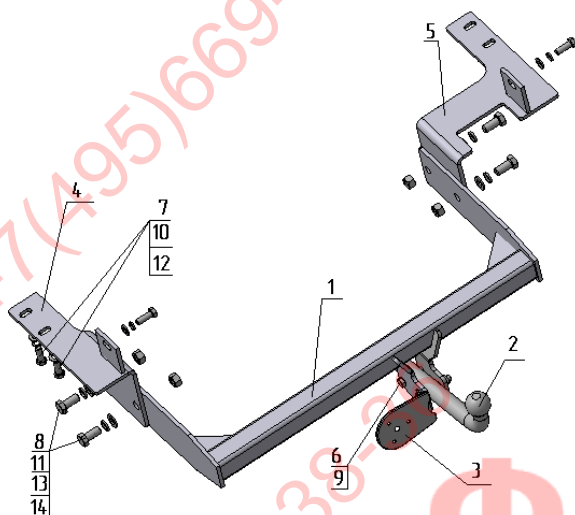

Рис.1
- в соответствии с рис.1 закрепить кронштейны поз.4,5 крепежными элементами;
- в соответствии с рис.1 закрепить ТСУ на кронштейны поз.4,5;